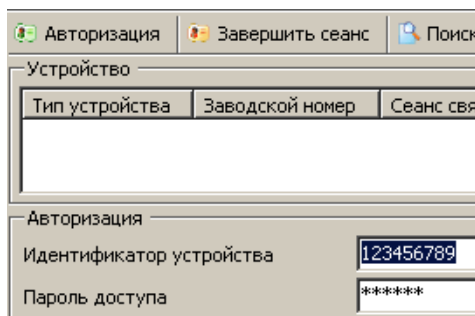

Рисунок 4.10 Авторизация устройства
4.12 В разделе авторизация установить идентификатор счетчика и пароль доступа (рисунок 4.10). Нажать на кнопку «Авторизация».